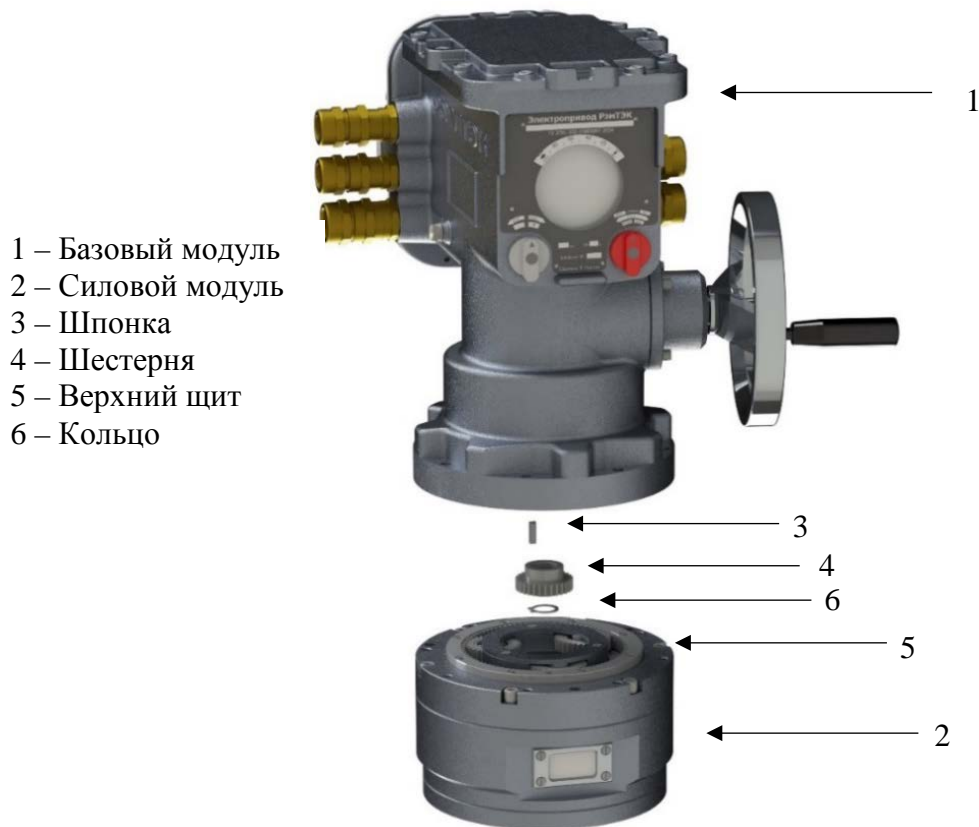

Рисунок 35 – Порядок замены силового модуля
- с помощью шестерни (поз.4) Рис.35.